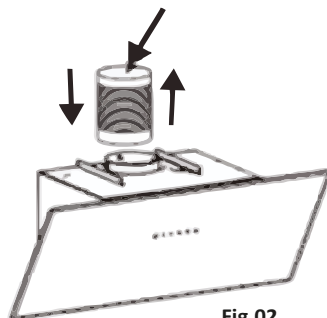

Fig.02
3.5.1 Fixe o suporte do duto inferior e certifique-se de que o duto superior pode ser ajustado livremente até na altura desejada, assim como a fixação do tubo de exaustão. Em seguida, instale o tubo de exaustão e o duto inferior na coifa (não fornecido). **Fig. 02**.